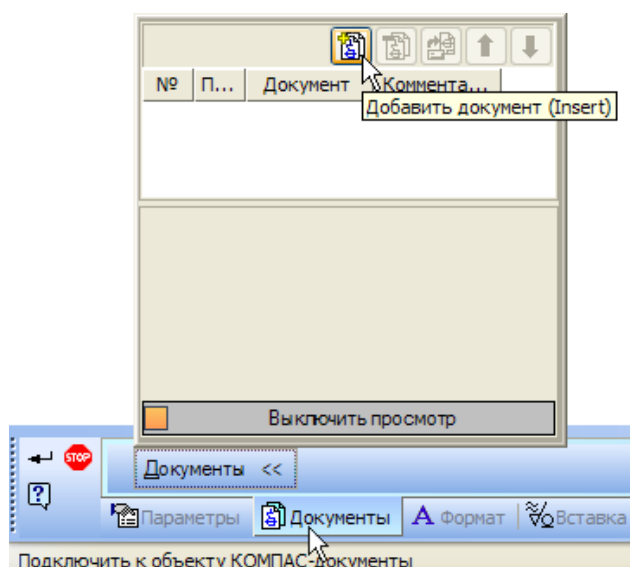

Рисунок 10.
- Откройте вкладку Документы на Панели свойств. Нажмите кнопку Добавить документ . (рис. 10).